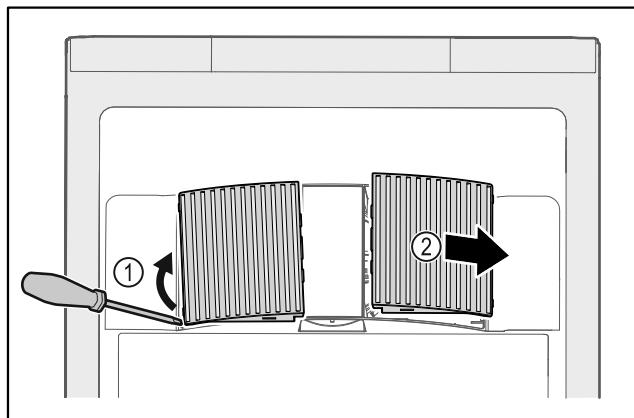

Fig. 171
► Кожух вентилятора обережно підважити зі сторони Fig. 171 (1) і витягнути рухом вперед Fig. 171 (2).